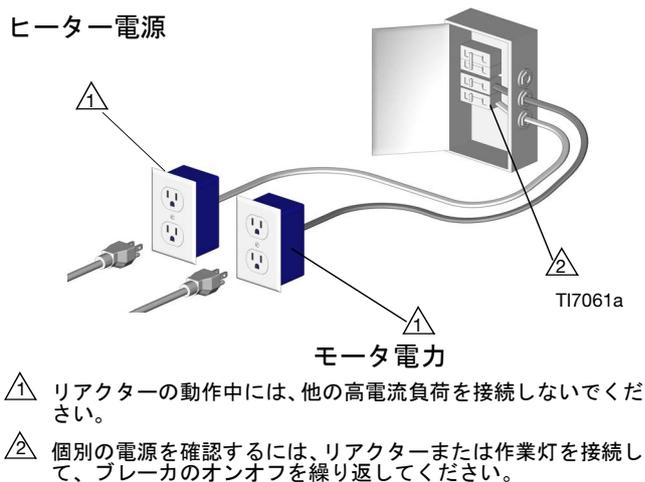

図 4 2 系統の独立した回路を使用する
- リアクターをそのモデルに適合した電源に接続します。表 4 を参照してください。電源コードは 2 系統の独立した専用回路に接続する必要があります。図 4 を参照してください。